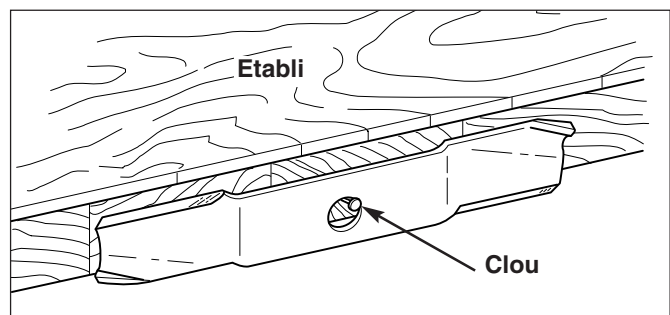

Figure 33. Equilibrage de la lame
5. Equilibrer la lame comme illustré à la figure 33. Centrer le trou de la lame sur un clou lubrifié d'une goutte d'huile. Une lame équilibrée doit rester à l'horizontale.